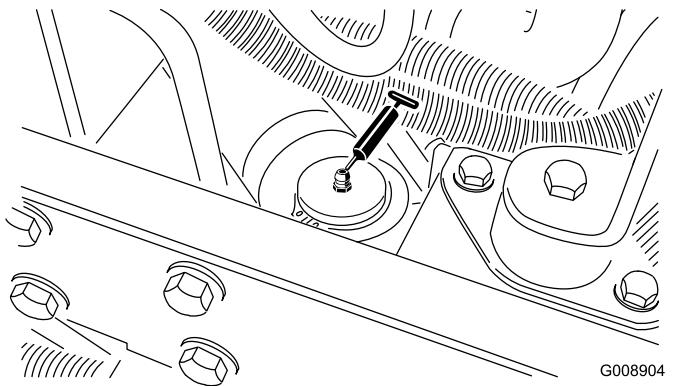

**Figura 51**
- Perno del braccio di sollevamento destro anteriore e cilindro di sollevamento (2) (Figura 51)